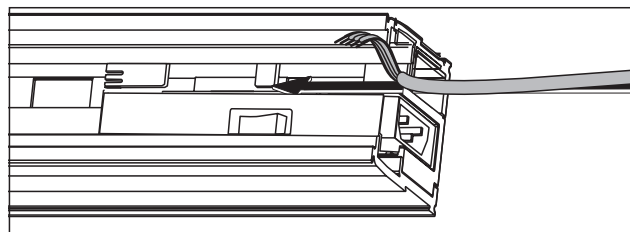
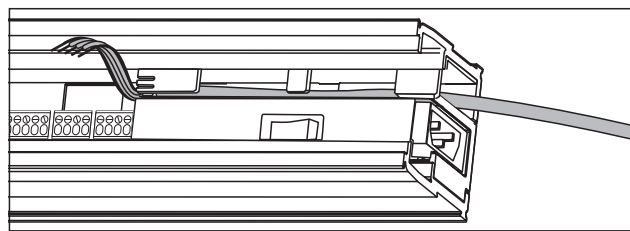

Abb. 52 Die Zuleitungen im Kabelkanal verlegen
Abb. 54 Die Zuleitungen im Kabelkanal verlegen
- Die Zuleitungen im Kabelkanal verlegen (Siehe Abb. 52 bis Abb. 54).